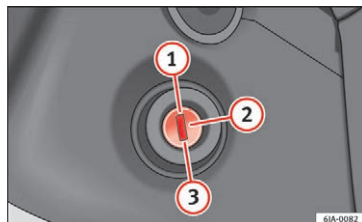

Fig. 170 Tændingsnøglen positioner
- Starteren må kun aktiveres (tændingsnøglen i position **3**) » » Fig. 170 » » Side 154), når motoren er standset. Hvis starteren bliver betjent, når motoren er startet, kan den blive beskadiget.
- Træd koblingspedalen helt ned, og start motoren **3** \gg **Fig. 170** \gg Side 154 uden at træde på speederen. Hold koblingspedalen nede, indtil motoren starter.
Du standser motoren ved at dreje tændingsnøglen til position **1** \gg **Fig. 170** \gg Side 154.